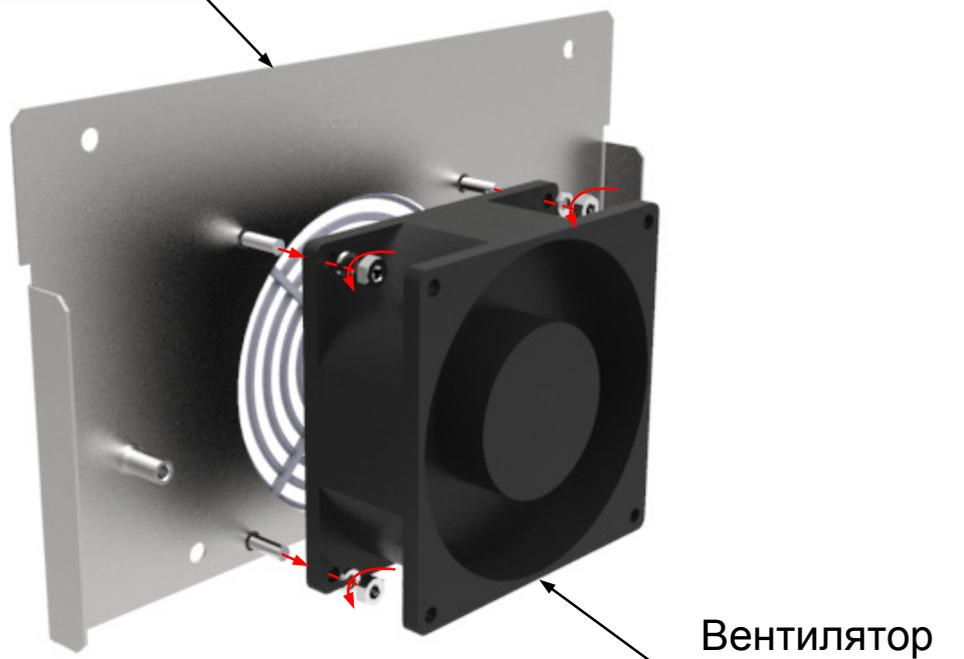

Рисунок 14.3 — Замена вентилятора электроприводов моделей АТ24-5К5...55К-380-Н*****
4. Замените неисправный вентилятор. (см. рис. 14.3)